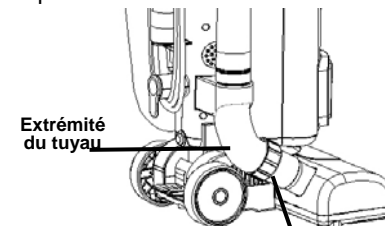

Fig. 3
- Insérez l'extrémité du tuyau dans le raccordement de la brosse de plancher qui est situé sur la brosse de plancher. (Fig. 3)